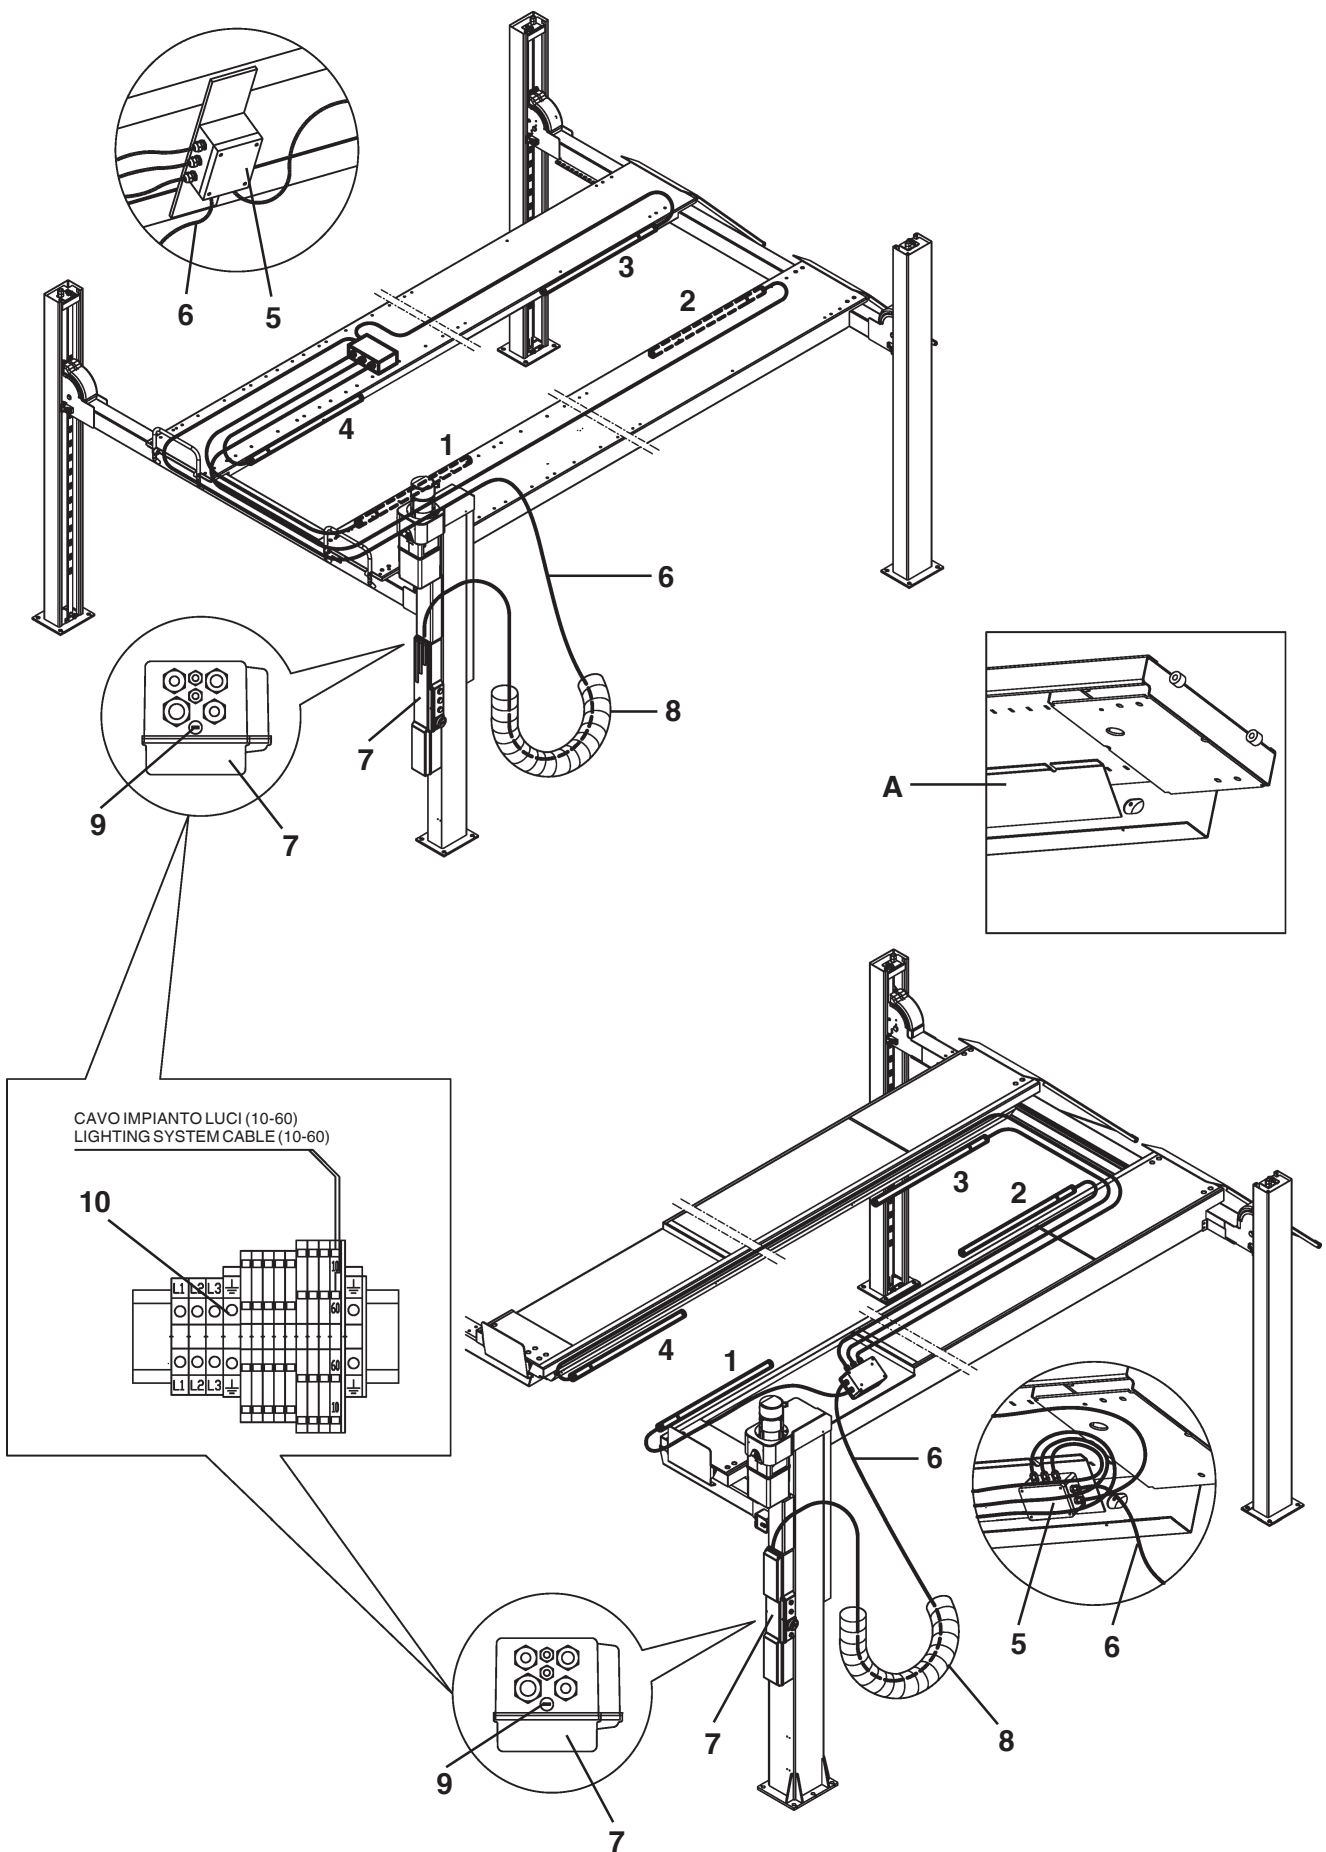

Fig.31
- A Fissare la scatola di derivazione (5 Fig.31) utilizzando la viteria fornita.
- B Montare i tubi illuminanti secondo la numerazione indicata in Fig.31 avendo cura di posizionare le parti dotate di connessioni rivolte verso l'esterno del ponte per facilitare l'inserimento dei cavi nelle intercapedini A delle pedane.
- C Inserire il cavo elettrico (6) di collegamento tra la scatola di comando (7) e quella di derivazione (5), nella guaina portatubi (8); successivamente posizionare i cavi all'interno della pedana come indicato in Fig. 31.
- D Sostituire il tappo (9) presente nella parte superiore della cassetta elettrica (7) con l'apposito pressacavo per il passaggio del cavo di alimentazione lampade.
- E Eseguire la connessione del cavo nell'apposita morsettiere (10) contenuta nella scatola di comando.
- A Secure the connector block box (5 Fig. 31) with the supplied screws.
- B Install lighting tubes following the numbering in Fig.31; parts featuring connections should be pointing out for easier cable fitting into board cavities A.
- C Insert the cable (6) connecting the control box (7) with the connector block box (5) into the tube sheath 8 then position the cables into the board as shown in Fig.31.
- D Change plug (9) present on the upper side of electric box (7), using the special cable grip for lamps power cable routing.
- E Connect the cable with the terminal board (10) into the control box.
- A Die Verbindungsdose mit den mitgelieferten Schrauben (5 Abb.31) befestigen.
- B Die Leuchtröhren unter Einhaltung der in Abb.31 angegebenen Numerierung montieren, wobei die Teile mit Verbindungen nach Außen gerichtet werden sollten, um die Einführung der Kabel in die Zwischenräume A der Plattformen zu erleichtern.
- C Das elektrische Kabel (6), das den Steuerkasten (7) mit der Verbindungsdose (5) verbindet, in die Kabelhülle
einfügen 8 , dann die Kabel auf den Plattformen, wie in Abb.31 angegeben, verlegen.
- A Fixer la boîte de dérivation (5 Fig. 31) en utilisant les vis fournies.
- B Monter les tubes d'éclairage selon la numérotation indiquée Fig.31 en prenant soit de positionner les parties dotées de branchements vers l'extérieur du pont afin de faciliter l'introduction des câbles dans les interstices A des chemins de roulements.
- C Introduire le câble électrique (6) de raccordement entre la boîte de commande(7) et la boîte de dérivation (5) dans la gaine porte-tubes (8), puis positionner les
câbles à l'intérieur du chemin de roulement comme indiqué Fig.31.
- A Fäst shuntmodulen (5 Fig.31) genom att använda medföljande skruvar.
- B Montera belysningsrören enligt nummersekvensen som indikeras i Fig.31 och var noga med att placera delarna som är försedda med anslutningar vända utåt på bron för att underlätta insättningen av kablarna i mellanrummen A på ramperna.
- C Sätt in elkabeln (6) för anslutning mellan styrhuset (7) och shuntmodulen (5), i rörhylsan (8); placera sedan kablarna i rampen så som indikeras i Fig. 31.